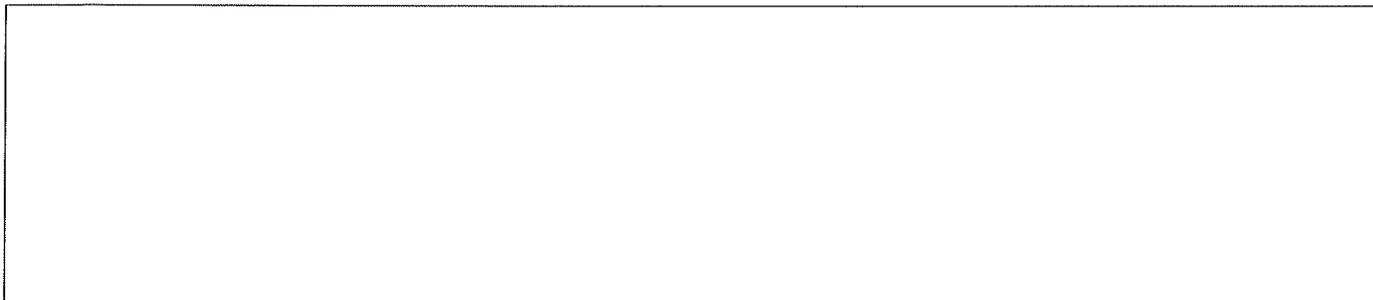

Рис. 15. Правильное распределение нагрузки при установке автомобиля
Крайне важно устанавливать автомобиль на подъемнике таким образом, чтобы масса была правильно распределена между всеми опорными платформами (Рис. 15). Для обеспечения безопасности персонала и оборудования важно, чтобы:
- автомобиль был правильно установлен на подъемник (Рис. 15)